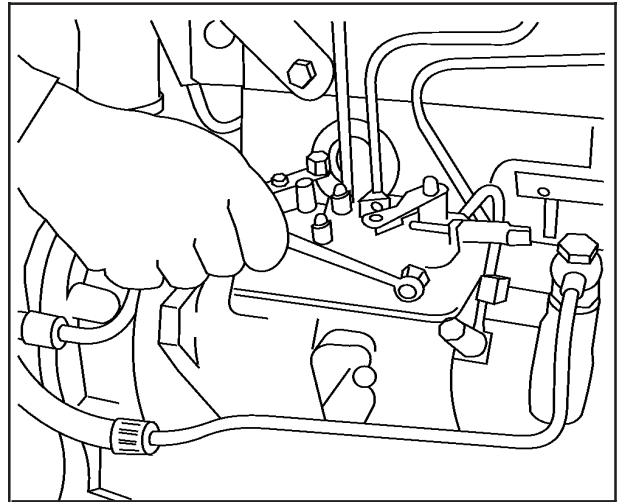

FIG 17
4. Afrouxe o parafuso superior na bomba injetora, **Fig. 17.**